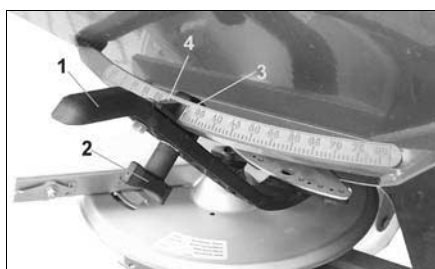

Fig. 43
Den nødvendige **skodindstilling** til den ønskede **spredemængde** foretages ved at indstille begge indstillingsarme (Fig. 43/1).
- Vingemøtrikken (Fig. 43/2) på indstillingsarmene (Fig. 43/1) løsnes.
- Indstilling af markeringskanten (Fig. 43/3) på skalaen (Fig. 43/4) til skodindstillingen til den rigtige indstilling.